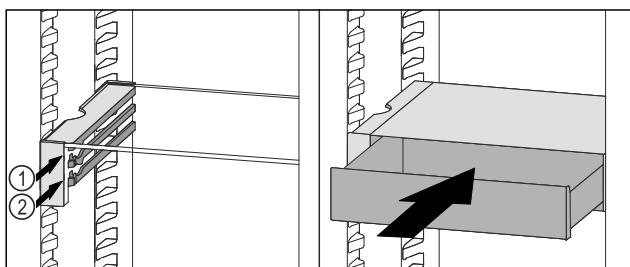

Fig. 86
- ▶ Поставете чекмеджето на VarioSafe зад ограничителите върху желаното ребро Fig. 86 (1) или Fig. 86 (2).